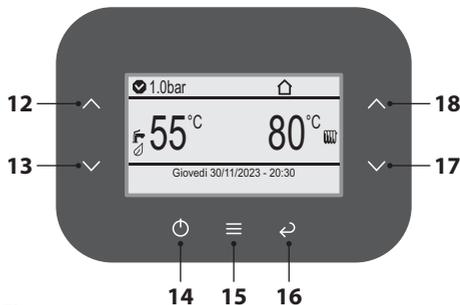
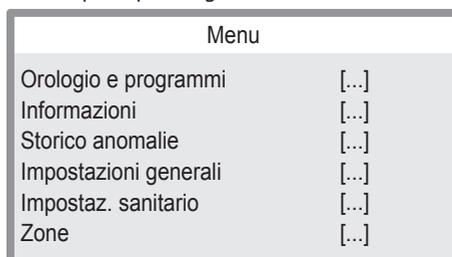
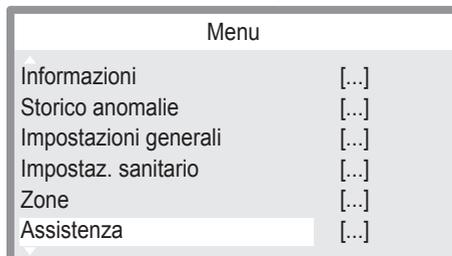

Figura 5.86
Figura 5.87
Figura 5.88
- Premere il tasto 15 (Figura 5.86) per portarsi al menu principale (Figura 5.87).
- Premere i tasti 12 o 13 (Figura 5.86) per selezionare il menu desiderato (Figura 5.88).
- Premere il tasto 15 (Figura 5.86) per accedere al menu selezionato (Figura 5.89).
- Premere i tasti 12 o 13 (Figura 5.86) per selezionare il menu desiderato tra quelli disponibili (Figura 5.91).
- Premere nuovamente il tasto 15 (Figura 5.86) per evidenziare il valore da modificare.
- Premere i tasti 12 o 13 (Figura 5.86) per selezionare il menu desiderato (Figura 5.91).
- Premere il tasto 15 (Figura 5.86) per confermare la modifica o il tasto 16 per uscire senza modificare il valore (ritorno al livello precedente).